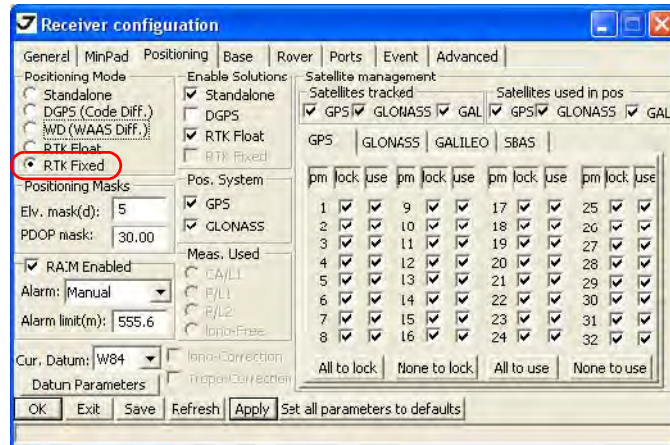

Рисунок 3-12. Закладка Positioning
9. В закладке *Positioning* установите режим *RTK fixed*, затем нажмите *Apply* (Рис. 3-12).